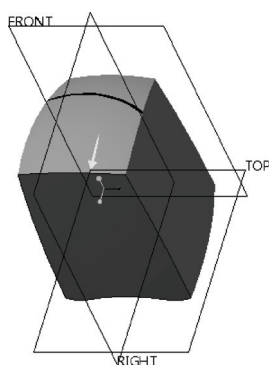

图 12-92 切口实体化操作
2) 在“实体化”选项卡中单击  (切口实体化) 按钮, 并单击  (更改刀具操作方向) 按钮使箭头方向如图 12-92 所示。